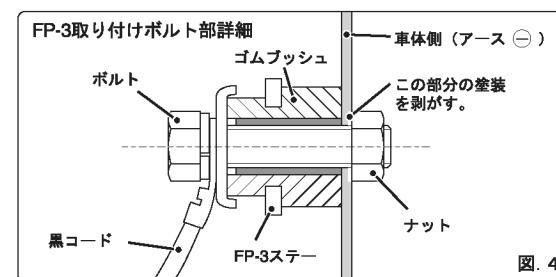

図. 4
付属のボルトとナットで、脱落しないように確実に取り付けてください。(図. 4)
メモ 黒コードのボディーアースを確実にするため、ナットが接触する車体側の塗装を剥がしてください。(図. 4)
- 黒コードは、本体取り付けのボルトを介して、ボディーアースされます。(図. 4)